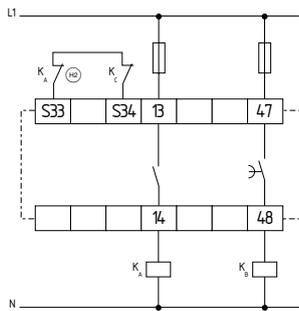

Fig. 18
**Controllo a un canale con circuito di ripristino (vedere Fig. 18)**